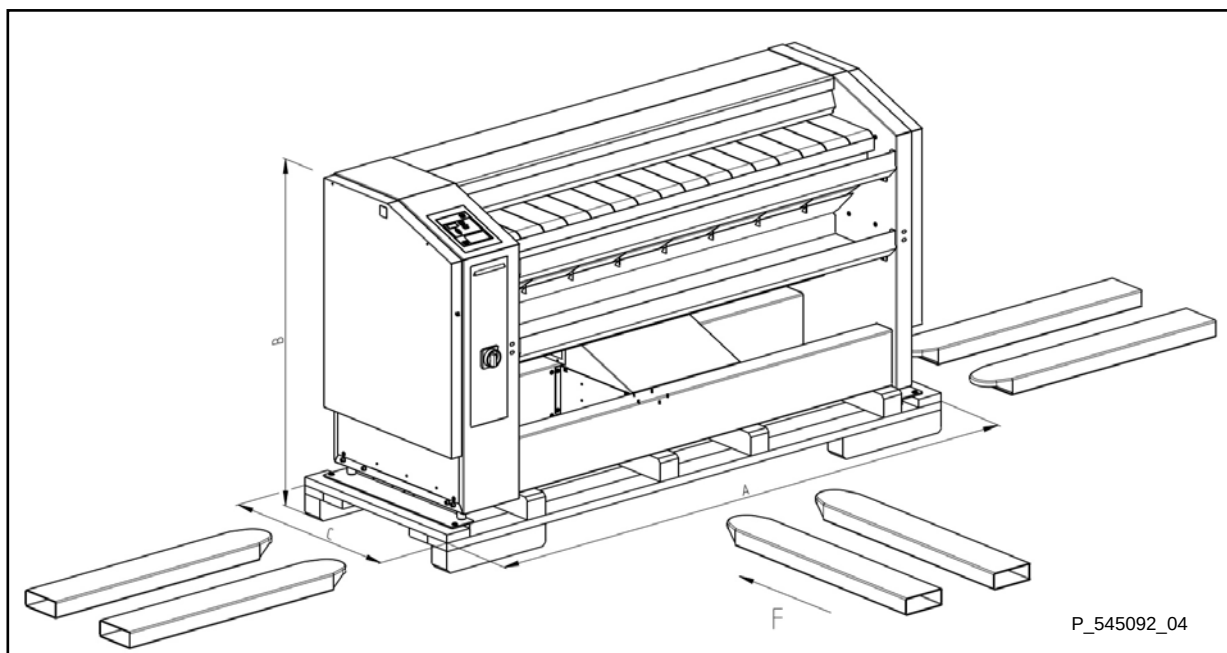

figura 3.2.1.
- La máquina en la paleta se puede transportar por medio de una carretilla elevadora o manual de manipulación figura 3.2.1. Datos del peso, tabla 3.2.1.B.
- En el caso del transporte desde el lado frontal (F), hay que introducir la horquilla en el centro de la paleta, figura 3.2.1.